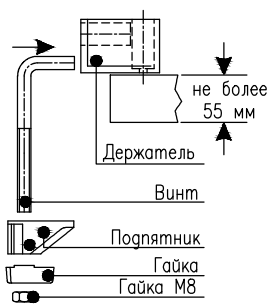

Рис.1
- 5.2. В случае комплектования светильников струбицей, собрать струбицу в соответствии с рис. 1.